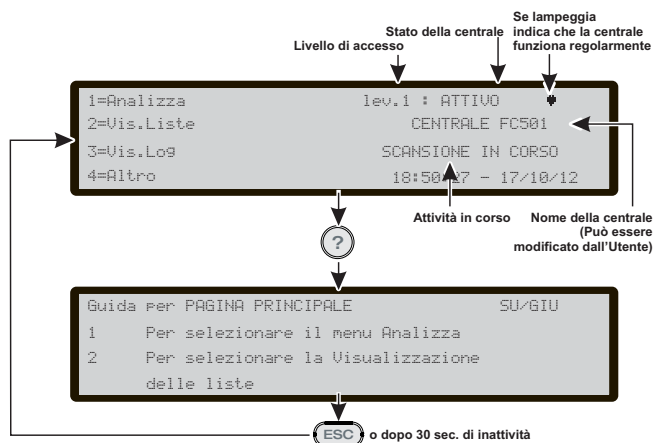

Figura 2 Esempio di visualizzazione dopo aver premuto il tasto ?
- Il tasto Aiuto (?) per aprire le pagine dell'Help sul display (vedi esempio Figura 2)